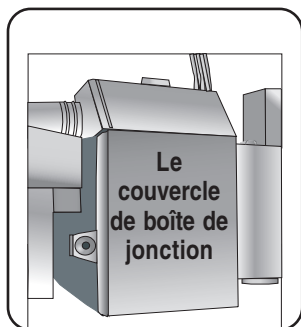

Figure 13
- 1 Retirer le couvercle de la boîte de jonction, **figure 13**, en soulevant le couvercle et en l'enlevant.